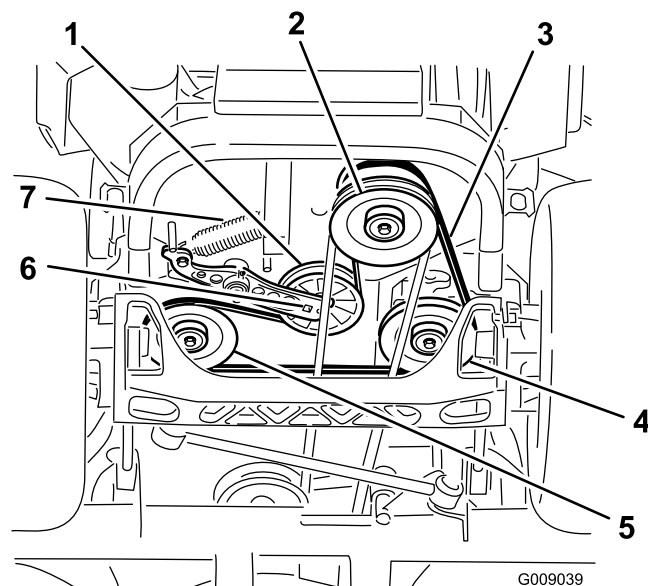

Figura 83
4. Levante la máquina y apóyela sobre gatos fijos (Figura 83).
5. Utilice una llave de carraca en el taladro cuadrado del brazo tensor para retirar el muelle tensor (Figura 83).
6. Desenganche el muelle de la polea tensora del bastidor (Figura 83).
9. Utilizando la llave de carraca en el taladro cuadrado del brazo tensor, instale el muelle tensor en el bastidor (Figura 83).